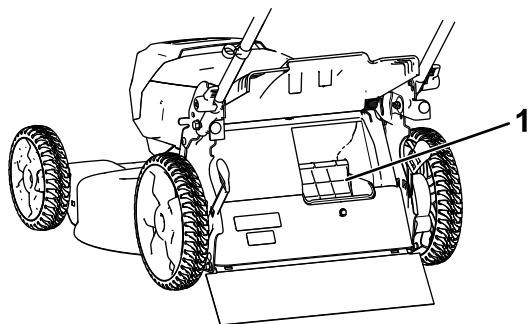

Figura 13
**Importante:** Para garantir o funcionamento correto, retire aparas e detritos da cobertura e abertura de uso do saco a pedido (Figura 13) antes de deslocar a alavanca de uma posição para a outra.